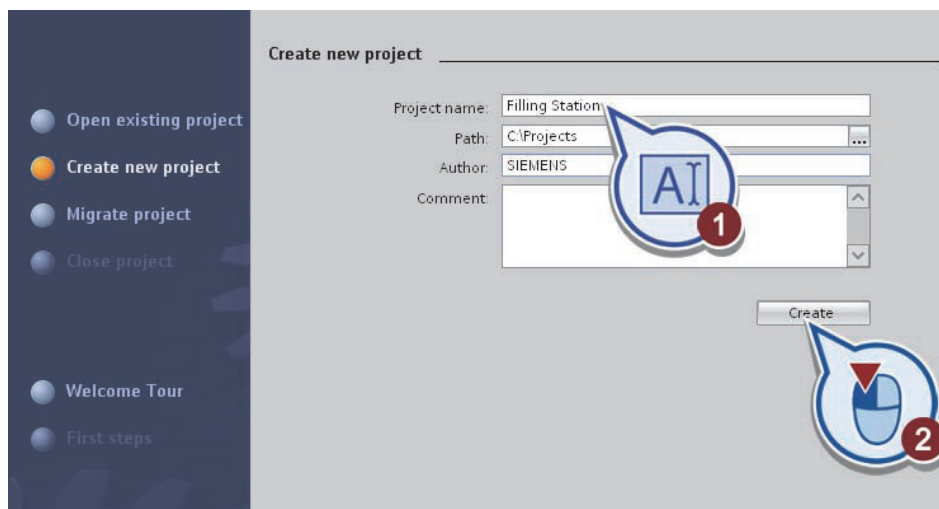

Рис. 1.2. Ввод имени проекта
– введите в «Project name» текстового поля имя «Filling Station» и нажмите кнопку «Create» (рис. 1.2).